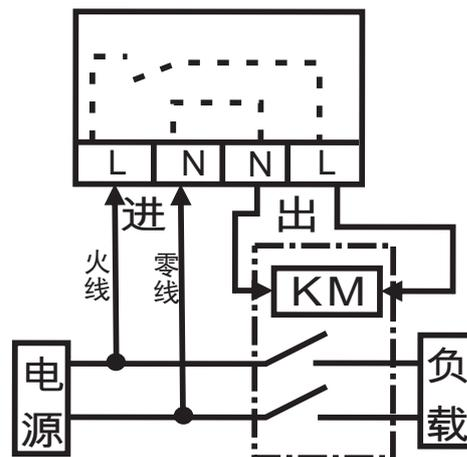

图3:接交流接触器控制负载
5.2 被控制的负载是单相供电,工作电流超过本机的额定值请采用交流接触器(线圈电压AC220V)扩容方式,接线方式如图3所示。